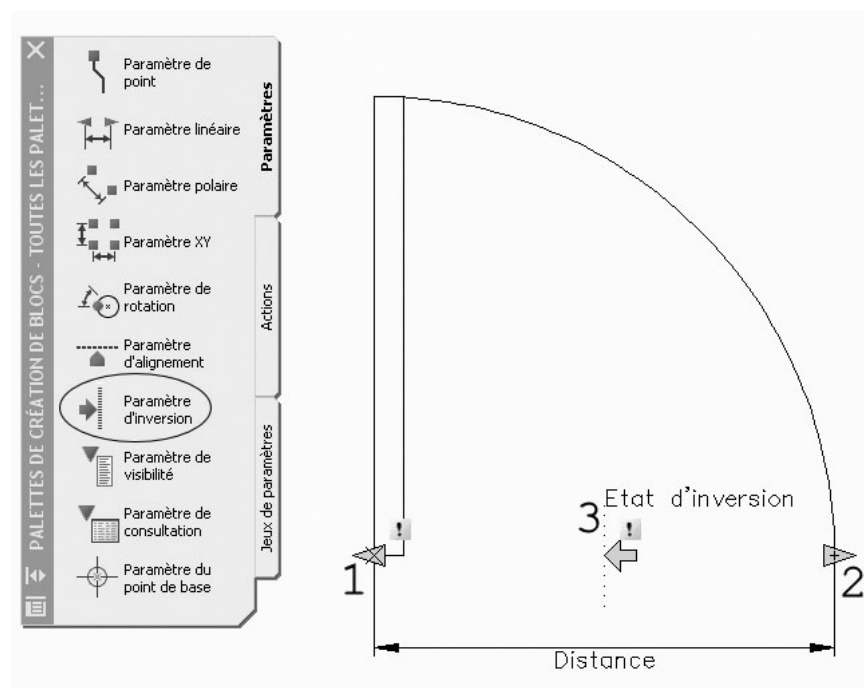

Fig.7.26
- 11 Placer l'icône **Etat d'inversion** (Flip state) près du point 3 (fig.7.26).